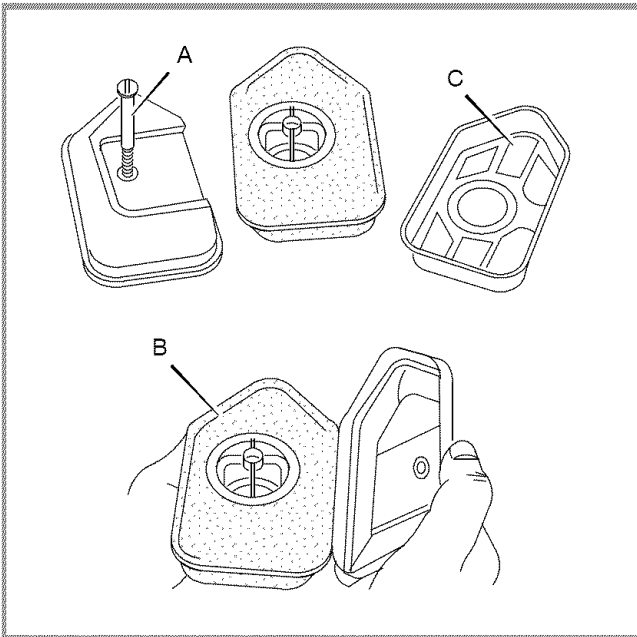

Figura 20: Cambie el filtro de aire
- 2 Retire el tornillo (A) según se ilustra en Figura 20.
- 4 Desarme el filtro de aire y limpie todas las partes. Si el filtro (B) está muy sucio o dañado, reemplácelo por un nuevo filtro.